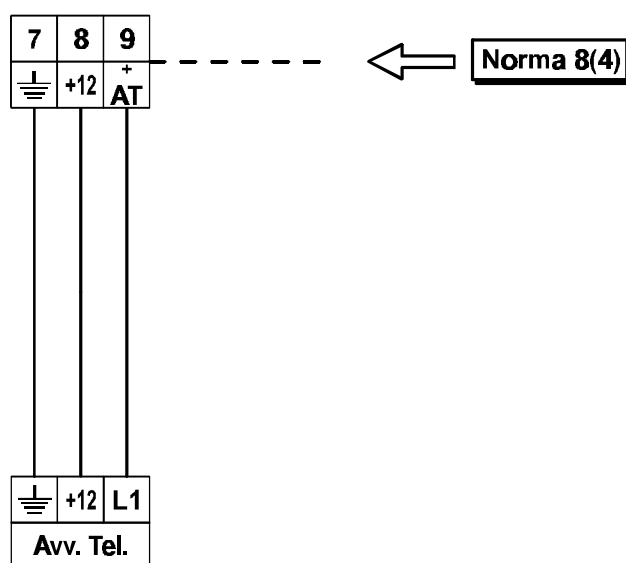

Figura 12 Collegamento dell'avvisatore telefonico.
- Avvisatore Telefonico** La centrale mette a disposizione un opportuno morsetto, 9[+AT], per il collegamento della linea di ingresso degli avvistatori telefonici. Nella figura 12 è illustrato il collegamento della centrale con l'Avvisatore telefonico Bentel AT171.